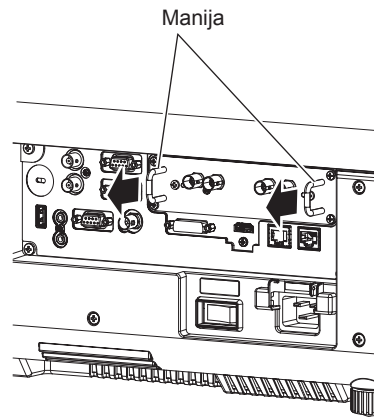

Figura 1
1) Extraiga la tapa de la ranura. (Figura 1)
1) Extraiga la tarjeta de interfaz. (Figura 1)